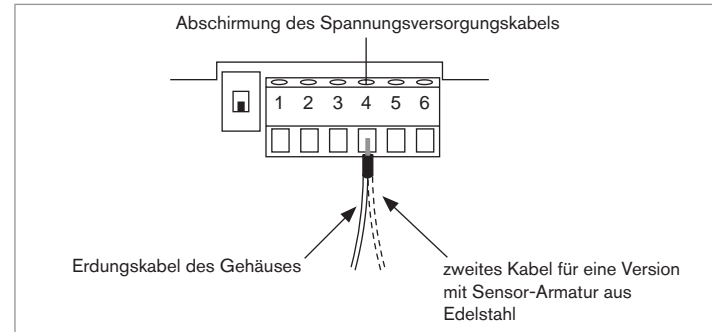

Bild 13: Klemmleiste für Erdungsanschluss
- Im Inneren des Gehäuses die Abschirmung des Spannungsversorgungskabels mit Klemme Nr. 4 der Klemmleiste der Elektronikplatine verbinden (*Bild 13*). Bei einer Version mit Edelstahlsensor kommt ein zweites Kabel für eine Version mit Sensor-Armatur aus Edelstahl.